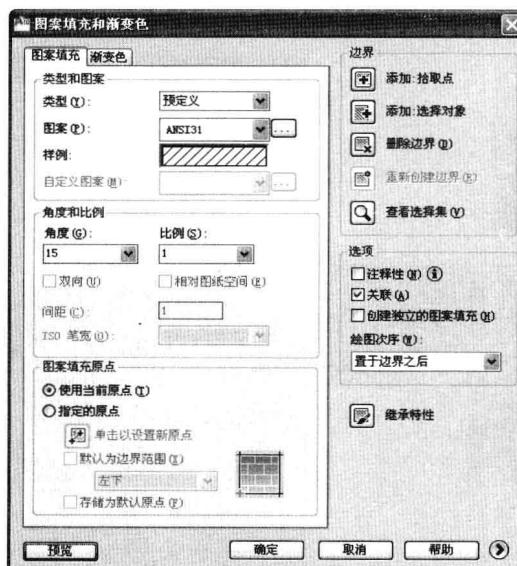

图 9-3-23
(24) 创建的是所有模型的轮廓，轮廓图形是块对象，在“修改”面板中单击“分解”按钮，单击剖面图形块，分解成多条直线和实体填充图案，删除多余的图形。
(25) 选择菜单命令“绘图/图案填充”，打开“图案填充和渐变色”对话框，单击“添加：拾取点”按钮，在轴测剖视图的截面位置单击，按 Enter 键；选择图案名称“ANSI31”，角度设为 15，如图 9-3-23 所示。单击“确定”按钮。